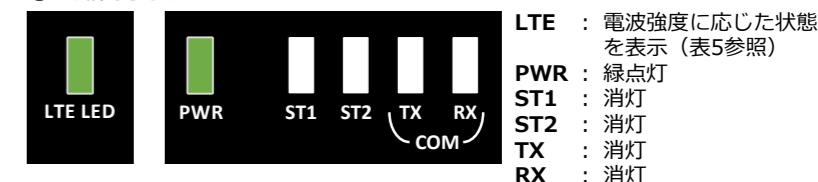

図6. SVセンサ起動時のLEDランプ状態
- SVセンサのランプ状態が図6の通りであることを確認する。
サーキットプロテクタをONにし、SVセンサの表示LEDランプが図6③の状態になると、SVセンサは正常起動しています。正常起動しない場合は、本紙裏面の「エコめがねサービスヘルプデスク」までご連絡ください。